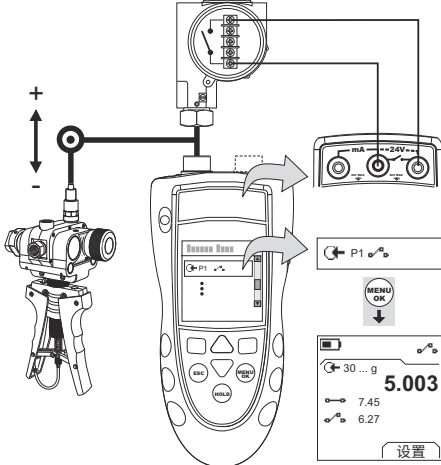

图 4: 示例配置 – 开关测试
1. 连接仪表（图 4），如果有必要，调整 Set Up（设定）（表 1）。